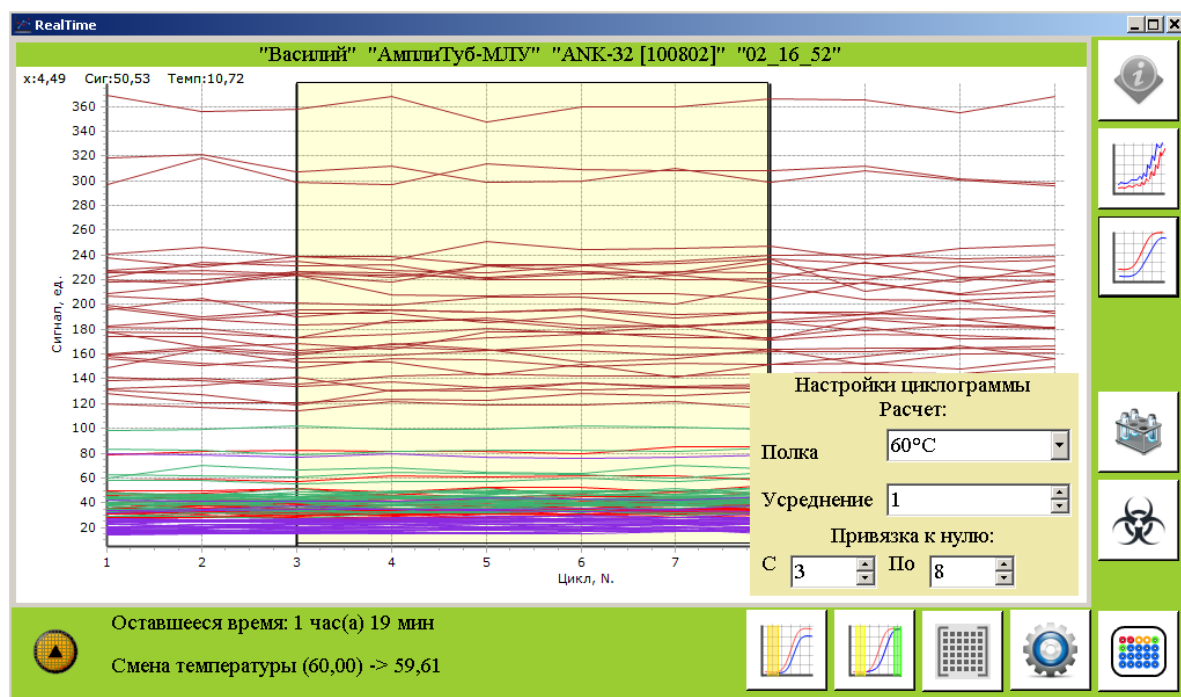

Рис.6.3 Ход измерения. Кинетические кривые
- 4 – настройки циклограммы (рис. 6.3);